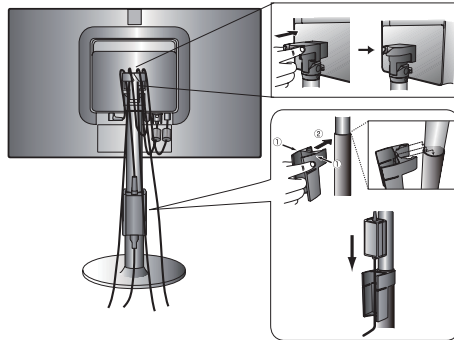
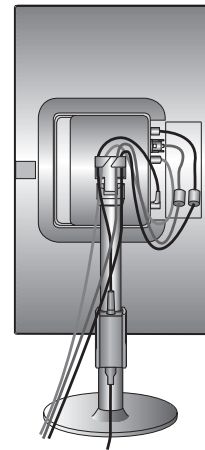

Figura B.2
Figura B.3
5. Posizionare il supporto dell'adattatore AC e il supporto cavi sul supporto (**Figura B.2**).
6. Posizionare il cavo segnali video e l'adattatore AC tra i fori del supporto cavi, come indicato in **Figura B.2/Figura B.3**. Posizionare l'adattatore AC tra i fori sul supporto per l'adattatore AC, come indicato nella **Figura B.2**.